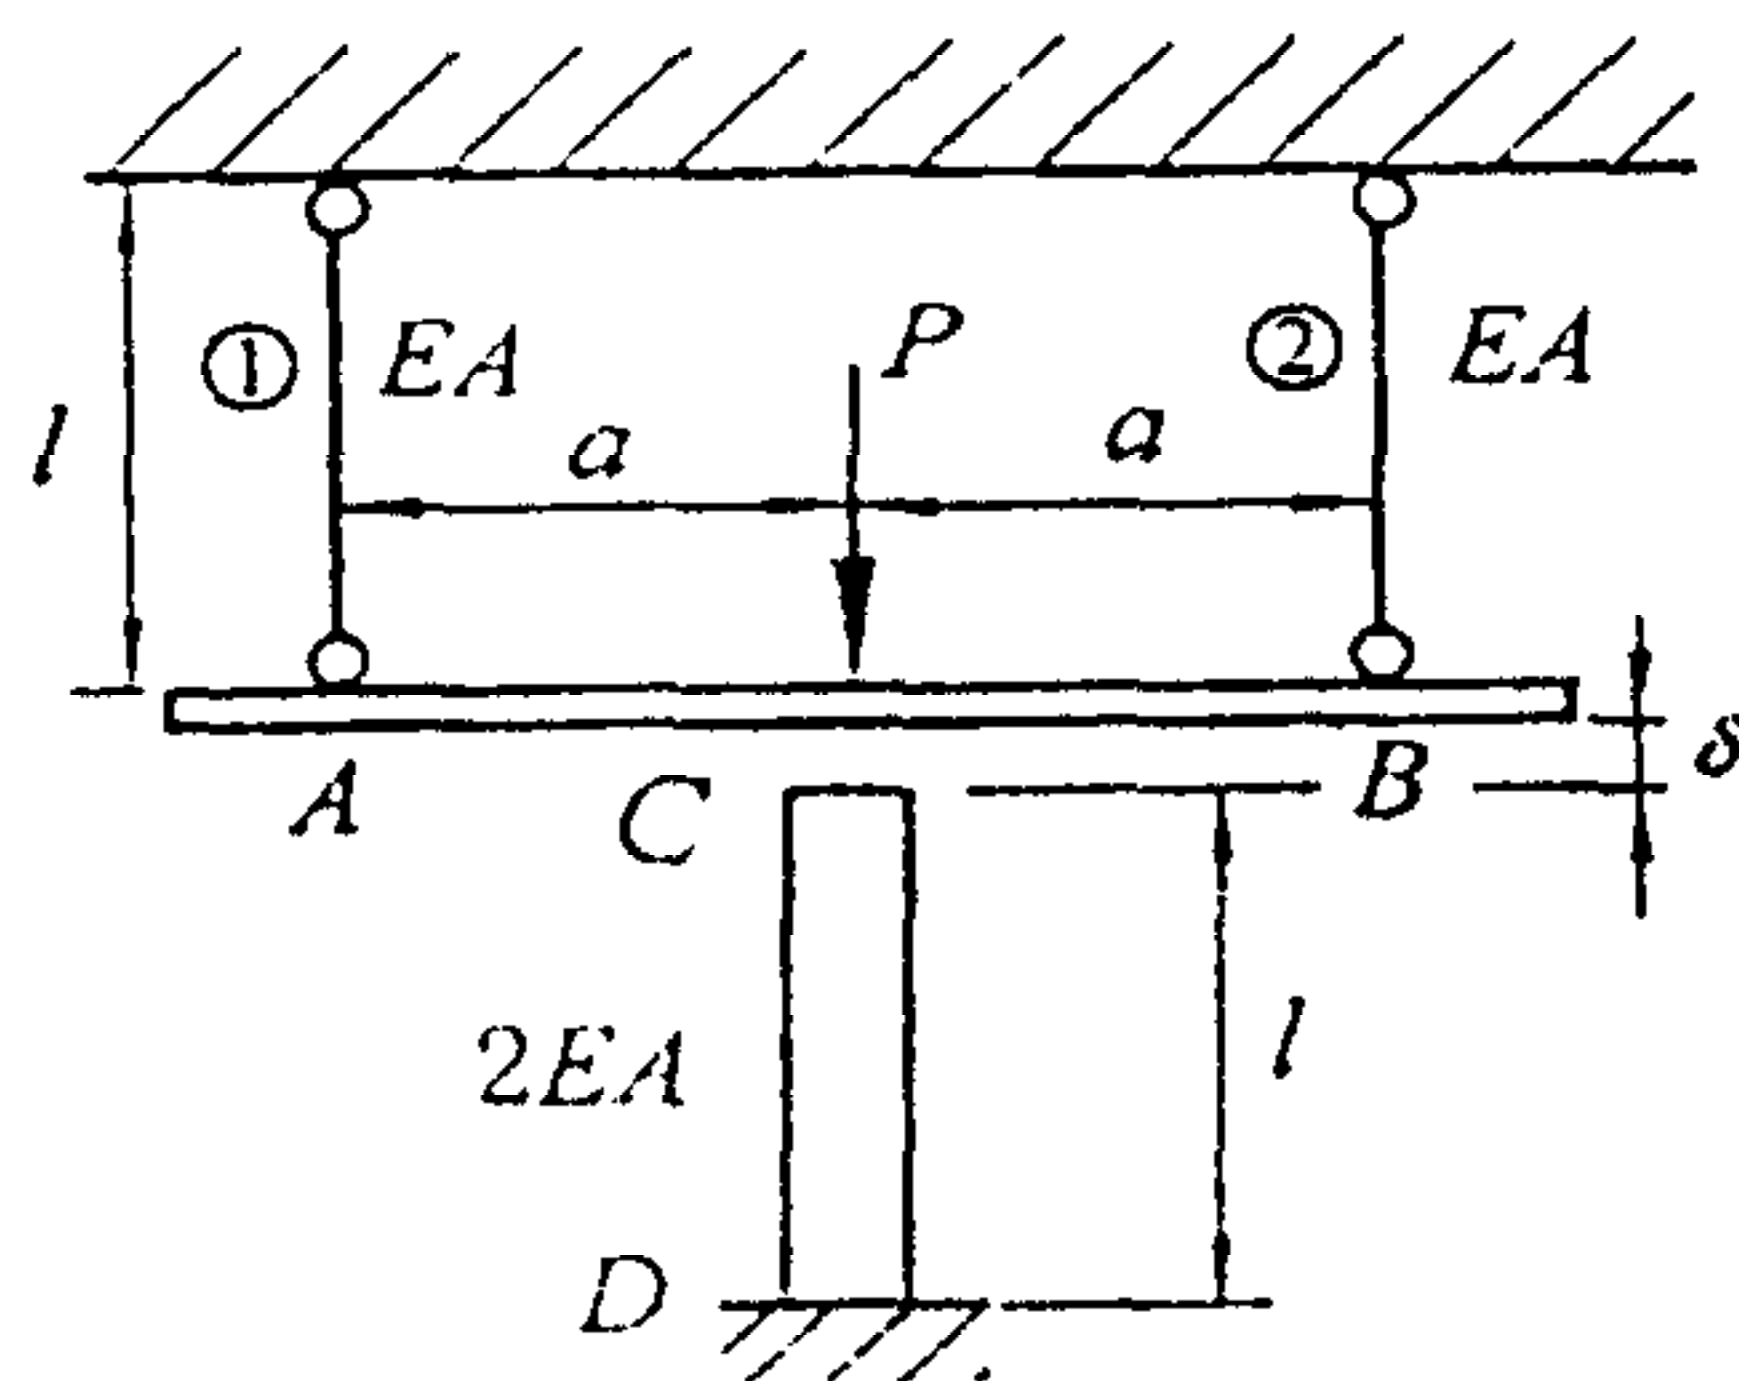

图 2
二、(20 分) 图 2 所示结构,  $AB$  为刚性梁, ①、② 杆的横截面面积均为  $A$ ,  $CD$  杆的横截面面积为  $2A$ , 它们的材料相同, 弹性模量为  $E$ 。未受力时,  $AB$  梁与  $CD$  杆之间相距  $\delta$ , 在  $P$  力作用下, 求在以下两种情况下, ①、② 杆及  $CD$  杆的轴力: (1)  $AB$  梁与  $CD$  杆没有接触, (2)  $AB$  梁与  $CD$  杆已经接触。